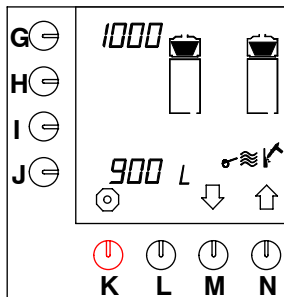

Fig. 52 Señal de descalcificación del sistema de preparación de café
- Apreta la tecla de selección (M.)↓ hasta que la fig. 52 aparezca en el display.